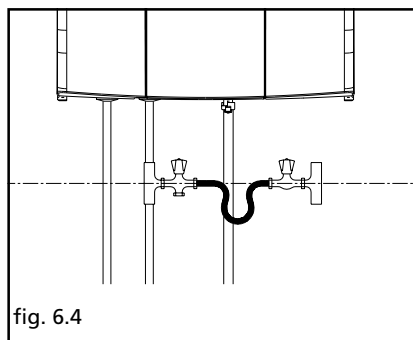
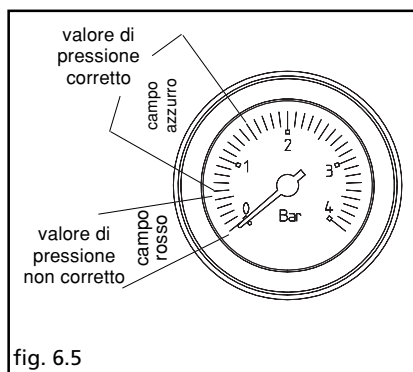

fig. 6.4
fig. 6.5
- aprire il rubinetto di riempimento esterno all'impianto (fig. 6.4) fino a che il valore di pressione sia compreso tra 0,6 e 1,5 bar (fig. 6.5)